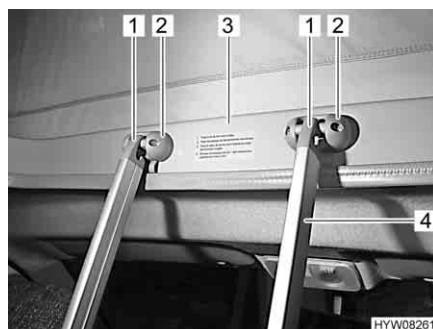

Fig. 60 Scaletta di accesso
Per accedere al letto sul tetto a soffietto utilizzare sempre la scaletta di accesso (Fig. 60,4) montata di serie.
- Agganciare la scaletta con i due archetti (Fig. 60,1) nelle graffe (Fig. 60,2) del telaio (Fig. 60,3) del tetto a soffietto.